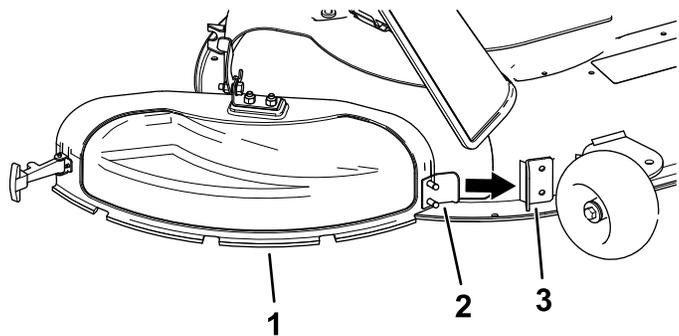

Figura 14
3. Introduzca la pestaña metálica de la tapa de descarga en la ranura del soporte que está soldado a la carcasa de corte (Figura 14).